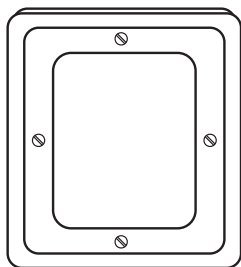

Figura 17. Cubierta de las baterías
1. Afloje los cuatro tornillos prisioneros en el lado izquierdo de la unidad y retire la cubierta del compartimiento de las baterías (Figura 17).